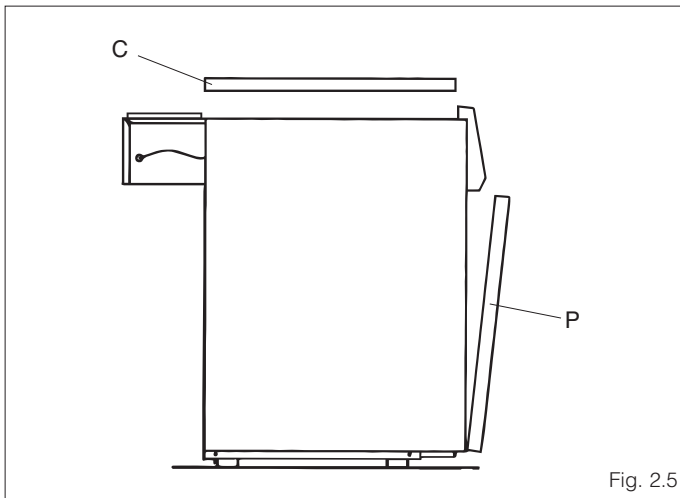

Fig. 2.5
- rimuovere i pannelli anteriore (P) e superiore (C) della mantellatura (fig. 2.5)